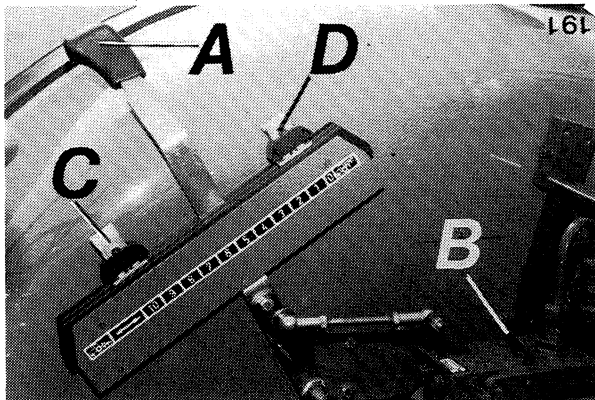

Abb. 8z
b) Regelhydraulik-Schalthebel (A/8z): Abb. 8z: 204 V. Text sinngemäß.